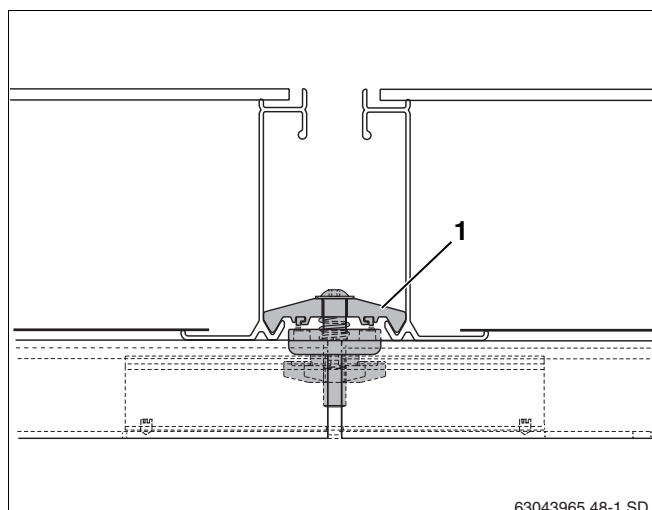

Fig. 50 Tensor bilateral entre 2 colectores
El elemento de sujeción (fig. 50, **pos. 1**) del tensor del colector queda enganchado en el borde inferior del colector.